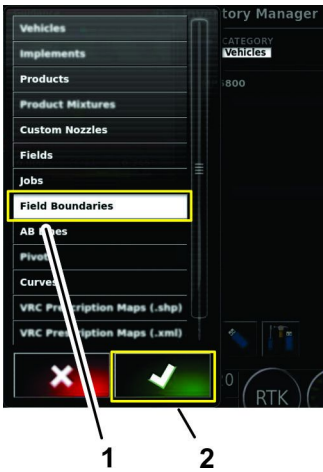

Figure 99
6. Dans la liste des catégories, appuyez sur l'icône de la catégorie d'information que vous voulez exporter, puis appuyez sur l'icône de confirmation (Figure 99).